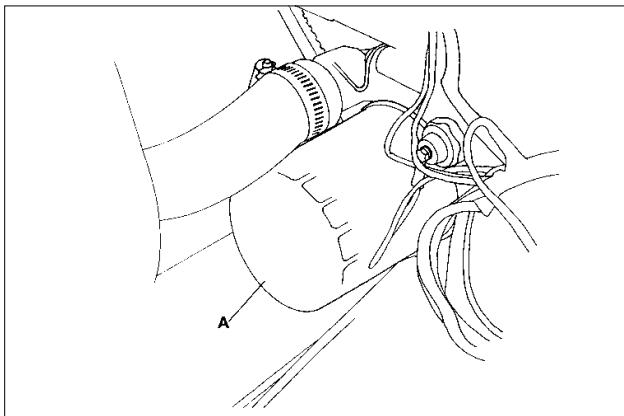

Fig.25
- (a) Remove cartridge (A Fig.25) from engine by unscrewing and discard.
- Schroef het patroon (A fig. 25) los en gooi dit weg.
- Enlever la cartouche (A fig. 25) du moteur en la dévissant et la jeter.